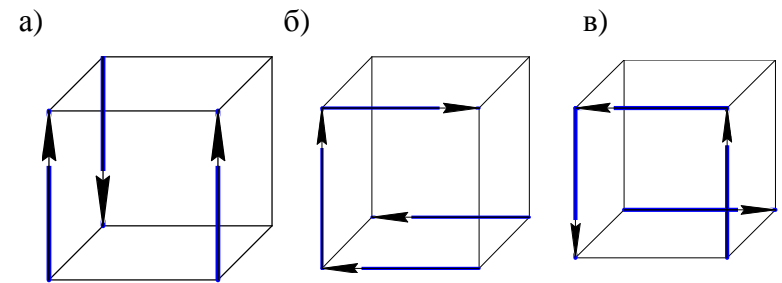

Рис.1.27
1.35. На куб действуют силы, модули и направления которых определяются соответствующими ребрами куба (рис. 1.27). В каком случае система сил приводится к паре сил? [множественный выбор]